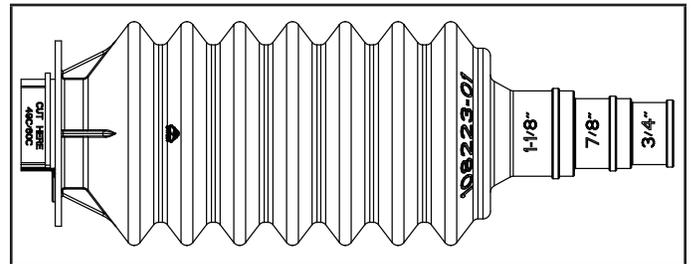

FIGURA 3. Manguito de acople para conjunto de línea
- 2 - Determine el tamaño de la línea de succión del refrigerante. Para líneas de succión de 7/8" o 1 1/8", corte el extremo más pequeño del manguito de acople más grande para contener la tubería de refrigerante (consulte la figura 3).
NOTA: Para los tamaños 50C y 60C, corte la sección marcada en el manguito de acople (consulte la figura 3)